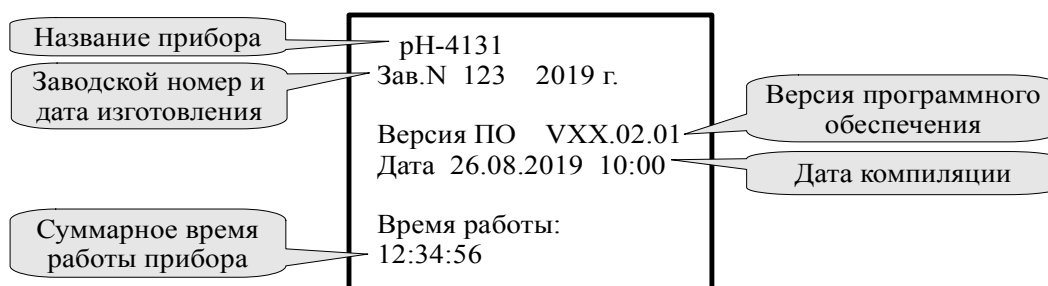

Рисунок 21 - Просмотр сведений о приборе
3.3.8.1 В этом меню (Рисунок 21) можно просмотреть название прибора, заводской номер и год выпуска, версию программного обеспечения, установленного в данном рН-метре.